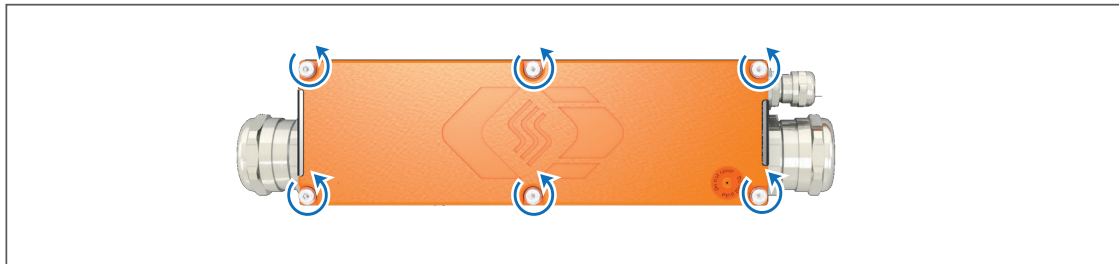
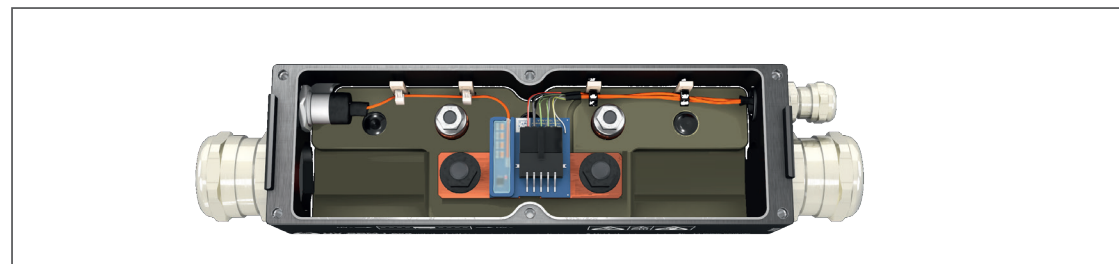

Abb. 5-1: HV SBM_I evo, Gehäusedeckel montiert
Abb. 5-2: HV SBM_I evo, ohne Gehäusedeckel
Die Abbildungen Abb. 5-1 und Abb. 5-2 zeigen ein HV SBM_I evo mit und ohne Gehäusedeckel. Die beschriebene Vorgehensweise gilt für alle HV SBM(L) evo.